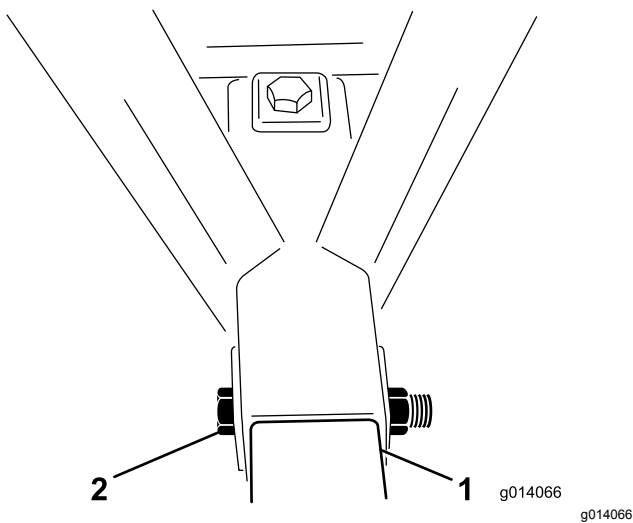

**Figura 3**
3. Rimuovete l'attacco di traino dalla posizione di spedizione tagliando entrambe le reglette che lo fissano al parafrangente (Figura 3). Rimuovete entrambe le staffe di montaggio dal parafrangente ed eliminatele.